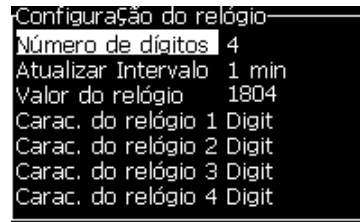

Figura 5-43: Configurar temporizador
- 4 Ajuste os valores de acordo com Figura 5-43.